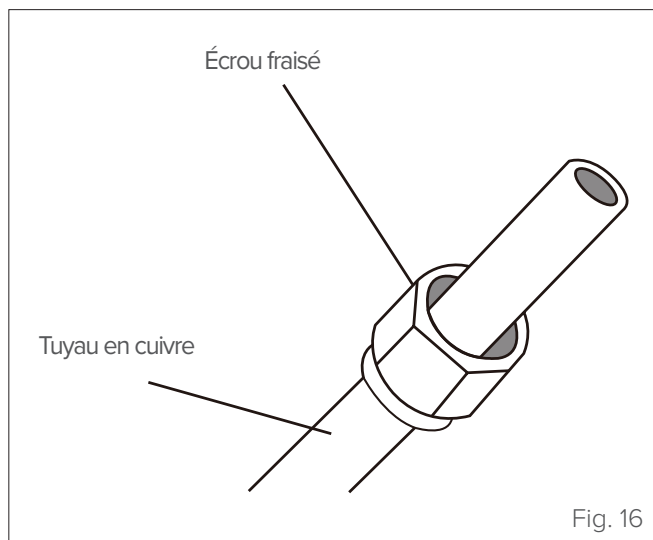

Fig. 16
- 3 Placer un écrou fraisé à chaque extrémité du tuyau. S'assurer que les écrous sont orientés dans le bon sens, car après l'évasement, il ne sera plus possible de les appliquer ou de changer leur direction (voir "Fig. 16" »).